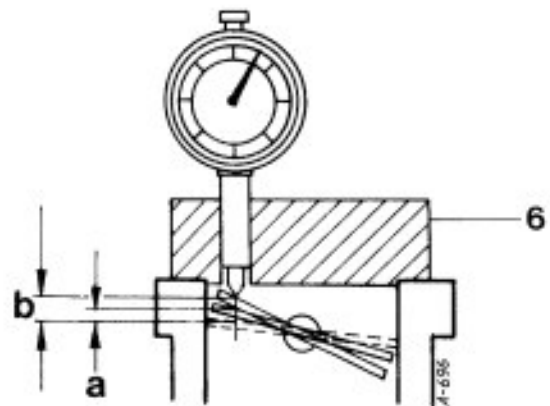

Bild 27
- Drosselklappenanschlagschraube (5) herausdrehen bis Drosselklappe in der Mischkammerwand anliegt.
- Drosselklappenanschlagschraube (5) hineindrehen und mit Meßvorrichtung (6) Bild 25 vorgeschriebenen Wert (a) Bild 27 einstellen.
4.1 Drosselklappenanhebung (Bild 27, 28) (Kaltstartstellung)
- Schraube (1) auf höchste Stufe der Stufenscheibe (2) bringen.
- Mit Meßvorrichtung (6) und Schraube (1) Drosselklappenanhebung „b“ Bild 27 einstellen.